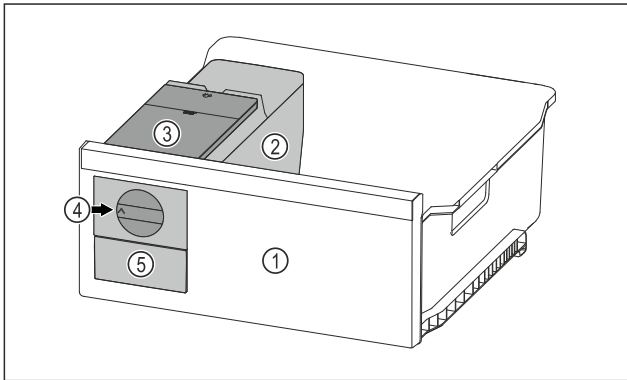

Fig. 120 Примерно изображение
- ▶ Завъртете въртящото се копче Fig. 120 (4) по часовниковата стрелка до упор.
- ▶ Ледените кубчета падат от формата за ледени кубчета в чекмеджето за ледени кубчета Fig. 120 (5). Ако не всички ледени кубчета се освобождават от формата за ледени кубчета: